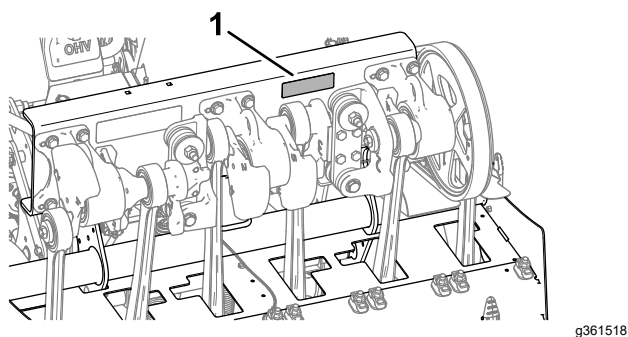

図 182
3. コアリングヘッド、ティラーハンドル、およびホイールナットのボルトのトルクを点検し、適切な締め付けになっていることを確認してください。適正トルク値は、コアリングヘッドのサポートチャネル材に貼付されているデカルに標示されています **図 182**。